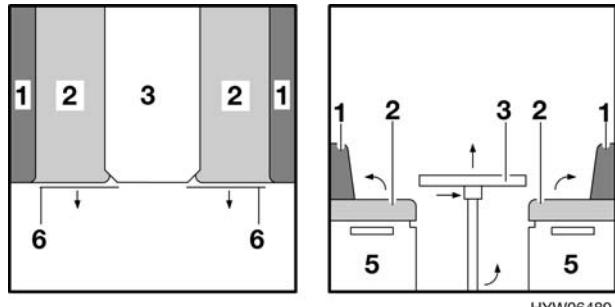

Fig. 83 Prima della trasformazione
- Sollevare leggermente il piano del tavolo in avanti (Fig. 83,3).
- Sistemare i due cuscini del divano (Fig. 83,2).
- Togliere il cuscino destro dello schienale (Fig. 83,1).